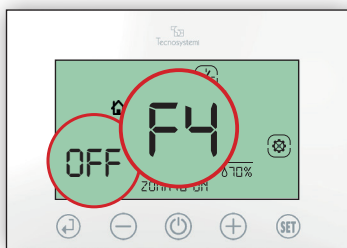

Fig.39
4.1 Verificare il lampeggio di OFF e fascia F4: premere il tasto (+) per impostare ON e confermare con (↵). (Fig.39)